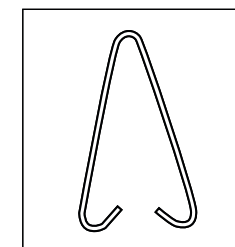
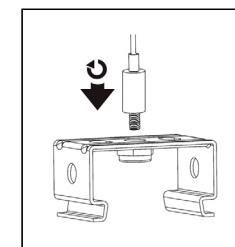

Рис. 5
Рис. 6
- 5.15 Для установки осветительного прибора на подвесы используйте скобы для подвесного монтажа (рис. 5) или тросовую систему подвеса (рис. 6).
- 5.16 Для установки осветительного прибора на подвесы используйте скобы для подвесного монтажа (2 шт. – рис. 5) или тросовую систему подвеса (рис. 6).